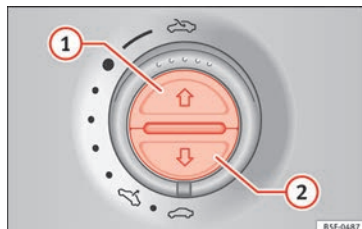

Fig. 98 Dans le ciel de pavillon : touches du store pare-soleil.
Ouvrir entièrement (fonction automatique)	Appuyez brièvement sur la touche » fig. 98 ①.
- La commande ① doit être en position « fermée » » 📖 page 11.
- **Toit ouvrant coulissant** : Pendant les 5 secondes après le déclenchement du dispositif anti-pincement, maintenez la commande tirée vers l'arrière » 📖 page 11 (flèche ⑤) jusqu'à ce que le toit panoramique coulissant soit complètement fermé.
• **Store pare-soleil** : Pendant les 5 secondes suivant le déclenchement du dispositif anti-pincement, appuyez sur la touche **» fig. 98**
② jusqu'à ce que le store soit complètement fermé.